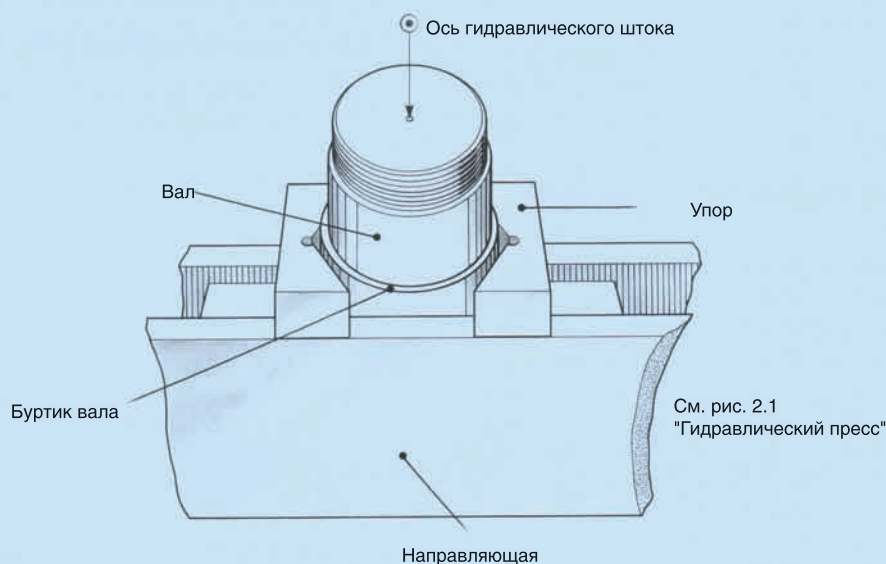
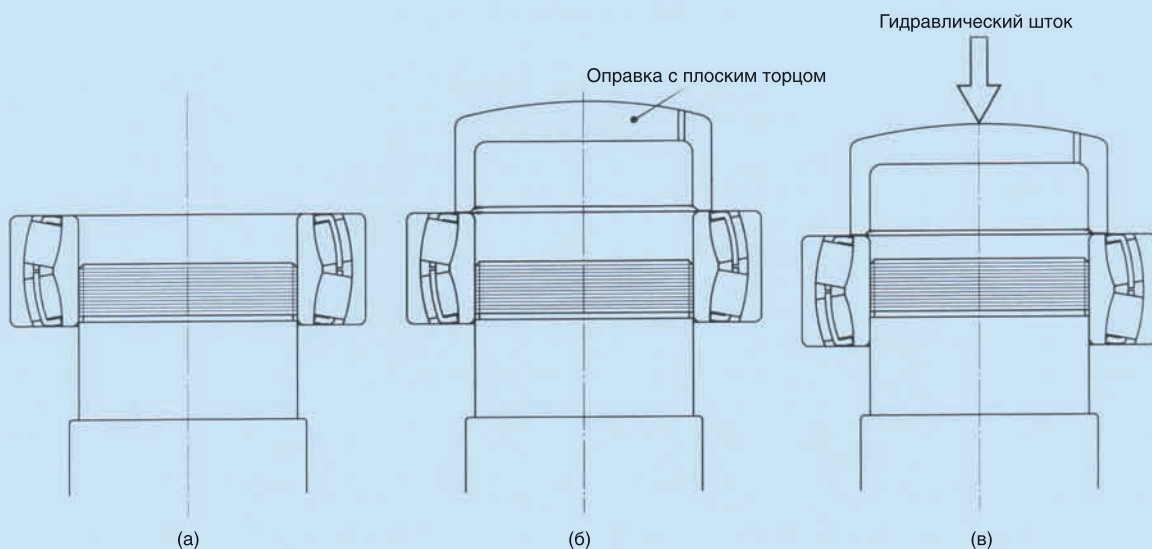

Рис. 6.2 Способ прессования (фиксация вала на столе пресса)
Рис. 6.3 Посадка подшипника прессом
6.2.2 Способ прессования (рис. 6.2 и рис. 6.3)
1. Установите вал вертикально на нижний торец на рабочий стол гидравлического пресса, совместив его ось с осью штока гидравлического пресса. Отрегулируйте высоту направляющих гидравлического пресса и зафиксируйте вал на буртике. **(Рис. 6.2);**
5. Подведите оправку как можно ближе к внутреннему кольцу подшипника. **(Рис. 6.3 (а))**
Ваша цель - создать плотный контакт между торцом оправки и торцом внутреннего кольца на валу. **(Рис. 6.3 (б))**
6. Подведите шток гидравлического пресса вплотную к торцу вала. **(Рис. 6.3 (в))**